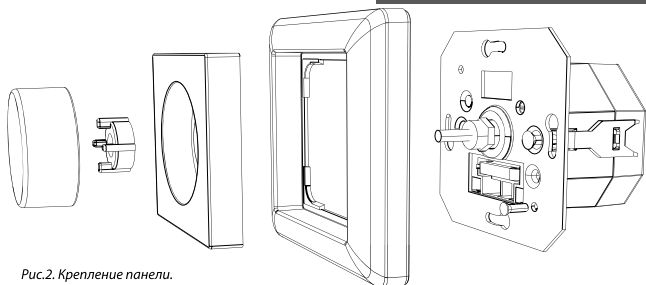

Рис.2. Крепление панели.
- 3.3. Закрепите панель в месте установки (Рис.2), для чего: